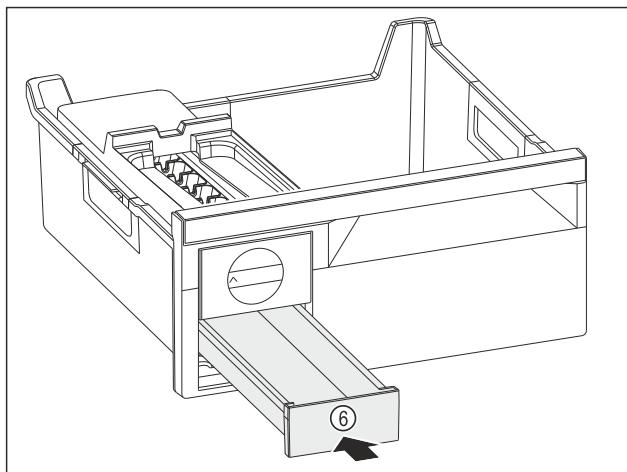

Fig. 150
- ▶ Вдвиньте выдвижной ящик для кубиков льда Fig. 150 (6).